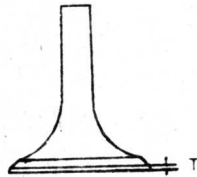

图 1-31
9. 检查气门工作面至顶端的厚度。使用极限为 0.5 毫米,如图 1-31 所示,超过极限应予更换。